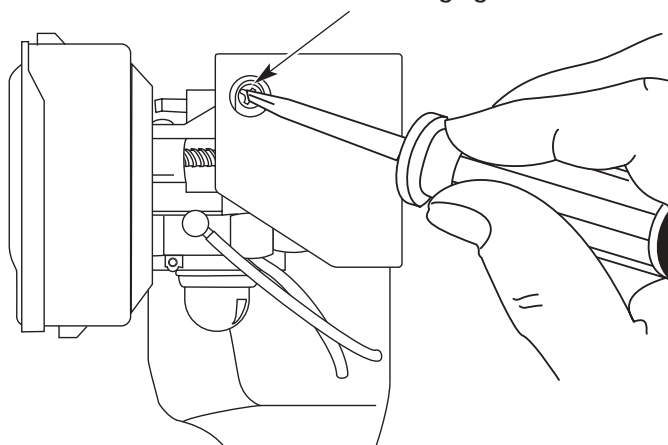

Fig. 23
La vitesse de ralenti du moteur est réglable à l'aide d'une vis de réglage accessible par un trou situé sur le dessus du couvercle du moteur (Fig. 23).
2. Relâchez le levier d'accélérateur et laissez le moteur au ralenti. Si le moteur s'arrête, insérez un petit tournevis à embout cruciforme ou à tête plate dans le trou du couvercle du moteur (Fig. 23). Vissez la vis de réglage du ralenti de 1/8 de tour à la fois (selon le besoin) jusqu'à ce que le moteur tourne au ralenti.